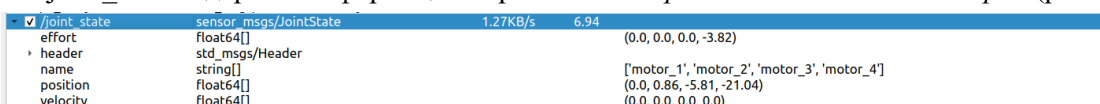

Рис. 20. Показания скоростей моторов
- /joint state содержит информацию о реальных *скоростях каждого из моторов* (рис. 20):